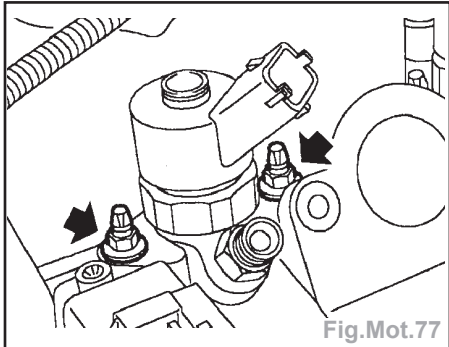

Fig.Mot.77
- Enlever les 2 écrous maintenant l'injecteur (Fig.Mot.77).